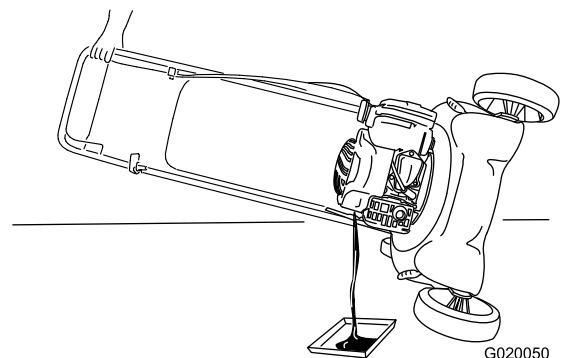

Figura 19
4. Ponga la máquina de lado (con el filtro de aire hacia arriba) para drenar el aceite usado del tubo de llenado de aceite (Figura 19).